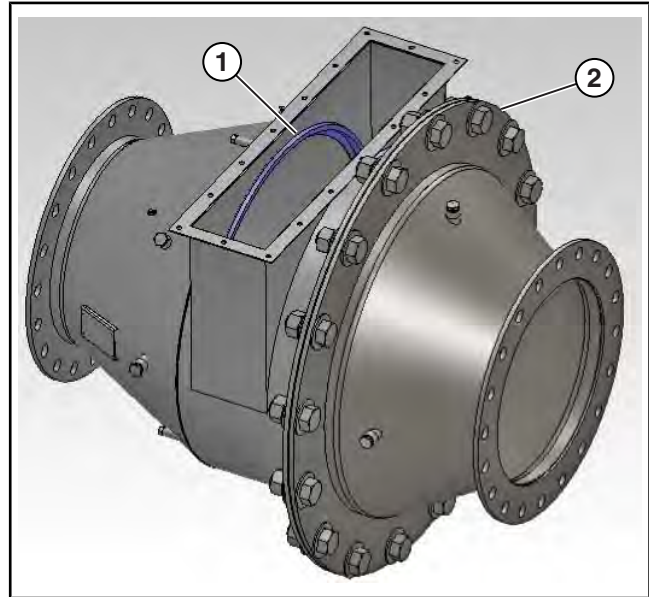

Рисунок 15.10-8: Извлечение кольцевого зажима
11. При необходимости извлеките кольцевой зажим. Перед извлечением обратите внимание на ориентацию кольцевого зажима. Более крупная плоская сторона должна быть отвернута от большого среднего фланца (см. Рисунок 15.10-8).